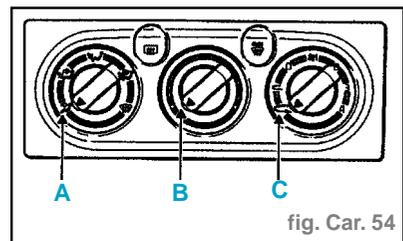

fig. Car. 54
- Positionner les trois rotateurs sur les positions (A), (B) et (C). (fig. Car. 54)